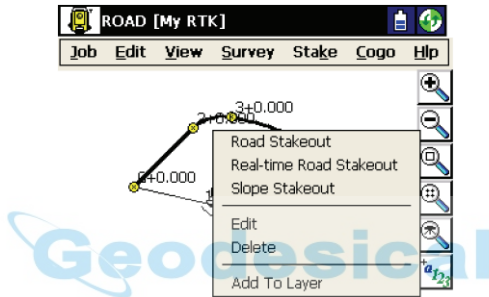

Figura 3-7. Pantalla Add/Edit Point; pestaña Layer/Style
- **OK**: guarda los cambios y vuelve a la pantalla **Points**. Los puntos que no tienen códigos, o tienen códigos pero no tienen cadenas asociadas a éstos, se almacenan simplemente como puntos. La pestaña *Layer/Style* contiene los siguientes campos (Figura 3-7):